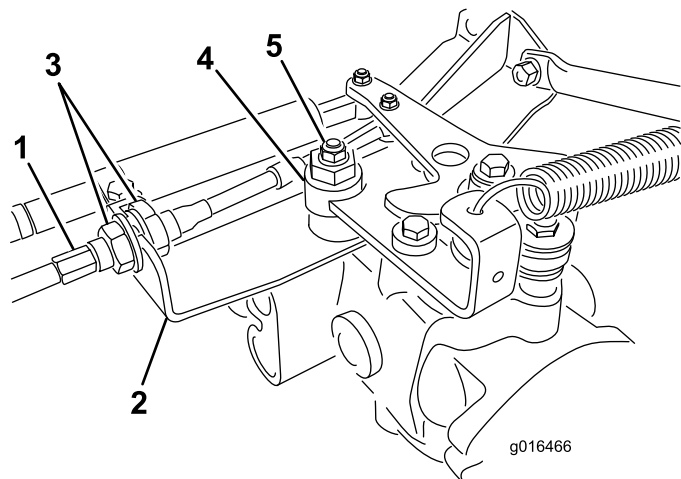

Figura 43
A. Afloje las dos contratuercas que fijan el cable de control de tracción a la mampara del hidrostato (Figura 43). Asegúrese de aflojar ambas contratuercas uniformemente, y lo suficiente como para permitir el ajuste.
B. Afloje la tuerca que sujeta el excéntrico a la parte superior del hidrostato (Figura 43).
D. Gire el excéntrico hasta que no haya movimiento en ningún sentido. Cuando la rueda deje de girar, apriete la tuerca para bloquear el excéntrico y el ajuste (Figura 43). Compruebe el ajuste con el acelerador en las posiciones Lento y Rápido.
E. Desde cada lado de la mampara, apriete las contratuercas **uniformemente**, fijando el cable de tracción a la mampara (Figura 43). No tuerza el cable.